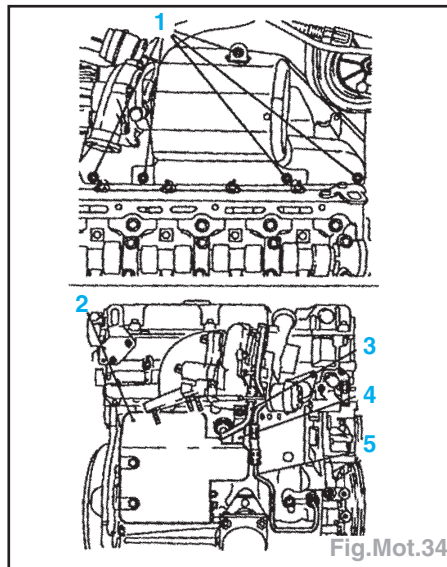

Fig.Mot.34
- Déposer le boîtier thermostat (3).
- Déposer les conduites d'injection (4) de la pompe d'injection et de la traverse d'injecteurs.
- Débrancher le flexible à dépression (5) de la capsule à dépression des volets
- Déposer la fiche électrique du capteur d'impulsion de vilebrequin (6).
- Déposer la conduite d'arrivée d'huile du turbocompresseur (5) du bloc-cylindre (Fig.Mot.34).
- Démontez et retirez du turbocompresseur la conduite d'arrivée d'huile, puis retirez la tôle-pare chaleur (2) du démarreur (Fig.Mot.34).